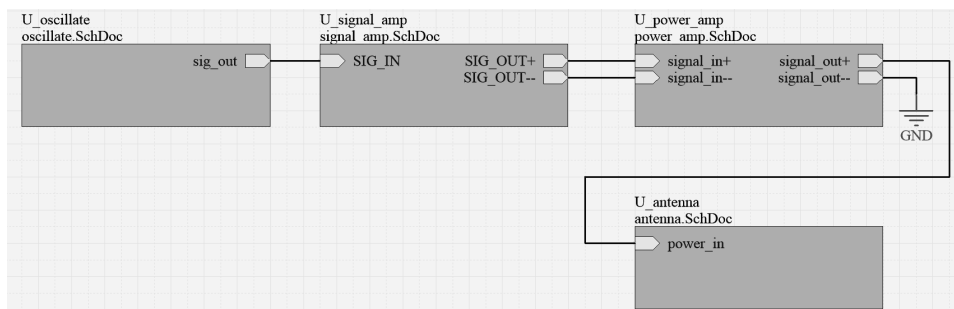

图 5-2-20 顶层电路
(4) 按照逻辑关系连接这些模块形成顶层模块电路，如图 5-2-20 所示。